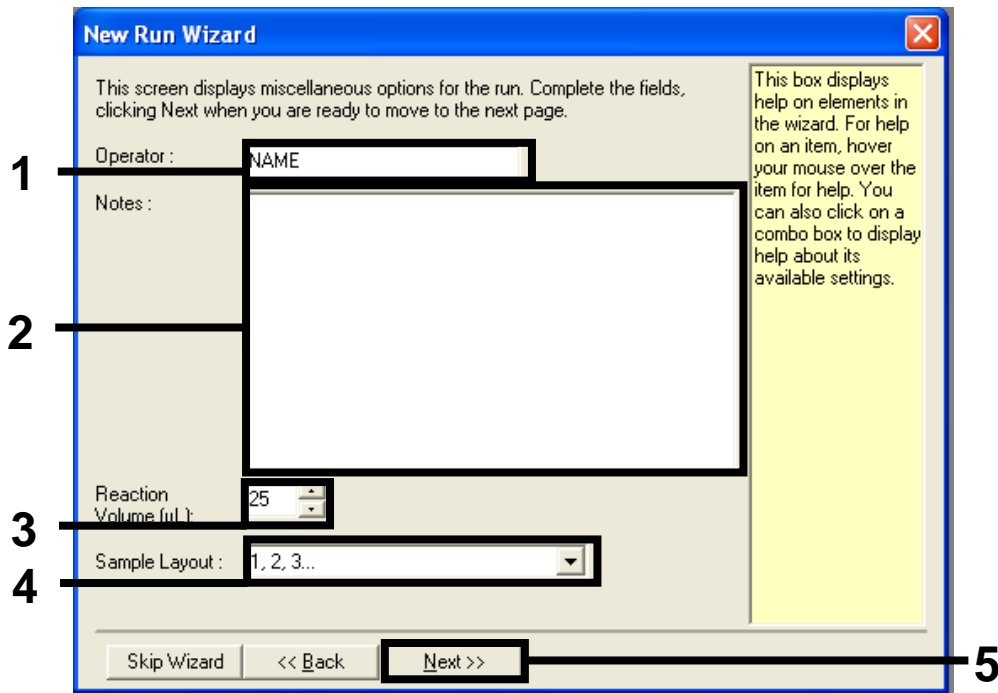

Figura 2. Introdução do nome do operador e do volume de reacção.
4. Introduza o nome do operador. Adicione as notas que desejar e introduza 25 em "Reaction Volume" (Volume de reacção). Certifique-se de que "Sample Layout" (Disposição das amostras) indica "1, 2, 3...". Clique em "Next" (Seguinte) (consulte a Figura 2).